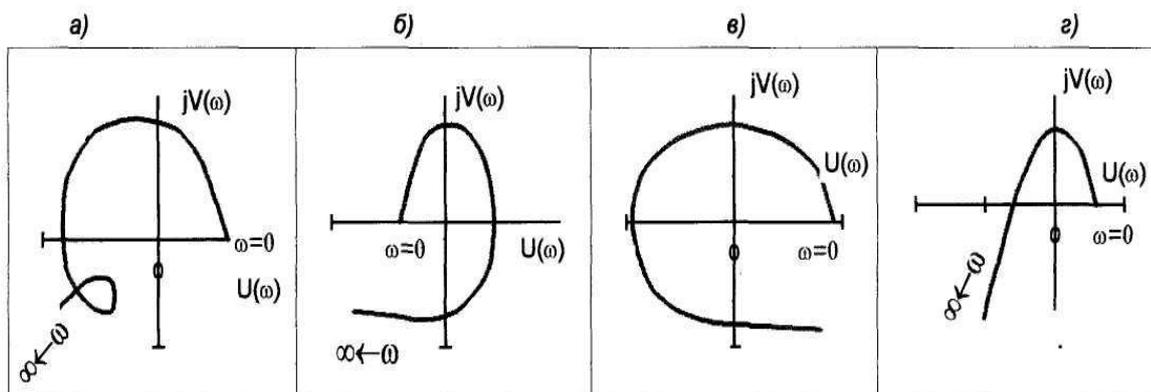

Рис. 10.
3. Из представленных на рис. 10 годографов Михайлова определите годограф, который принадлежит устойчивой системе с характеристическим уравнением 4-го порядка.